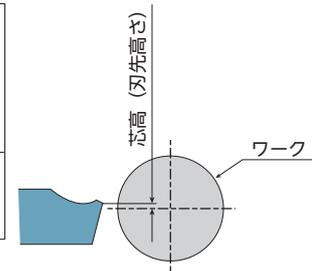

Fig. 3 (PKM, PKM-R/L, TKN, TKR/L)
- PKM, PKM-&, TKN, TK&の刃先高さは、0.1~0.2mm程度芯高に設定してください(Fig. 3)。他の工具は芯に合わせてください。